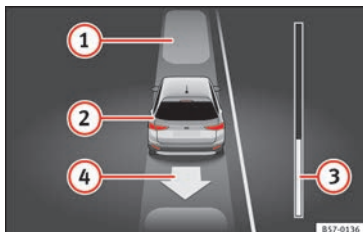

Abb. 214 Im Display des Kombiinstrumentes: Ausparken aus Längsparklücken.
Legende zu **Abb. 214**:
Die Fortschrittsanzeige » Abb. 214 ③ zeigt den zurückzulegenden Abstand an » Seite 246.